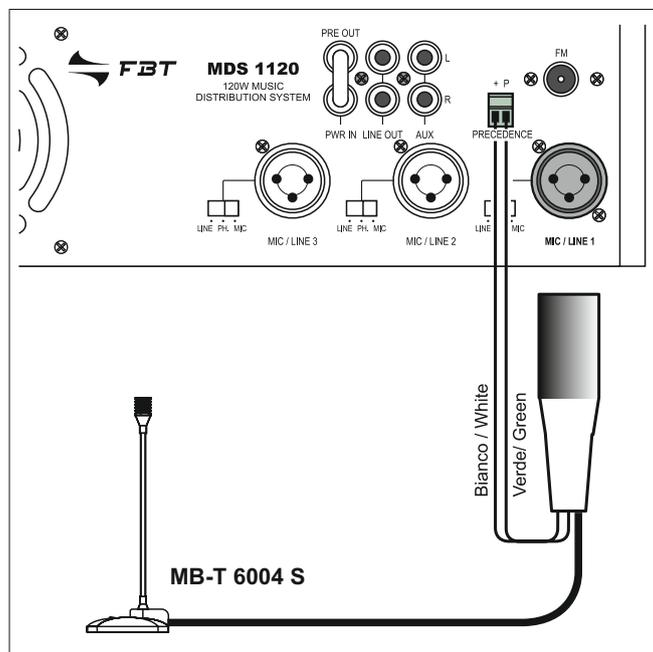

Fig.3.4.1
Chiudendo i contatti della morsettiera **PRECEDENCE** (14) vengono ammutoliti i segnali provenienti dal lettore MP3, dal tuner e dall'ingresso ausiliario. Per sfruttare efficacemente la funzione di precedenza è possibile utilizzare le basi **MB-T 6004 S**. In fig.3.4.1 è riportato un esempio di collegamento.